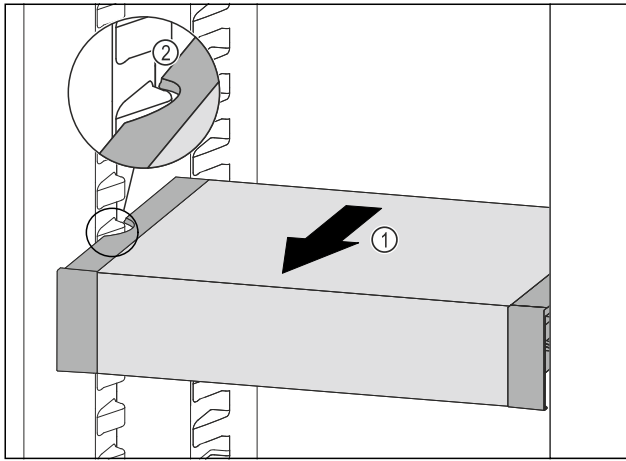

Fig. 89
- ▶ VarioSafe nach vorne ziehen Fig. 89 (1), bis sich die seitlichen Aussparungen des VarioSafes auf Höhe der Behälterterrierpe im Kühlteil befinden. Fig. 89 (2)